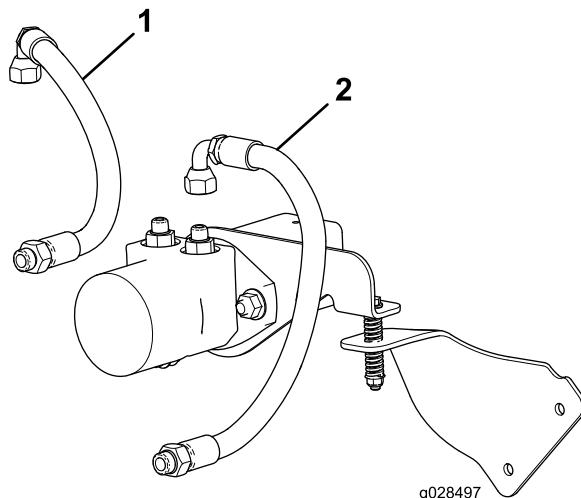

Figura 4
3. Aperte os encaixes nos encaixes a 90 graus nas 2 mangueiras hidráulicas para os 2 encaixes retos (Figura 4) com 50 a 64 Nm. | |